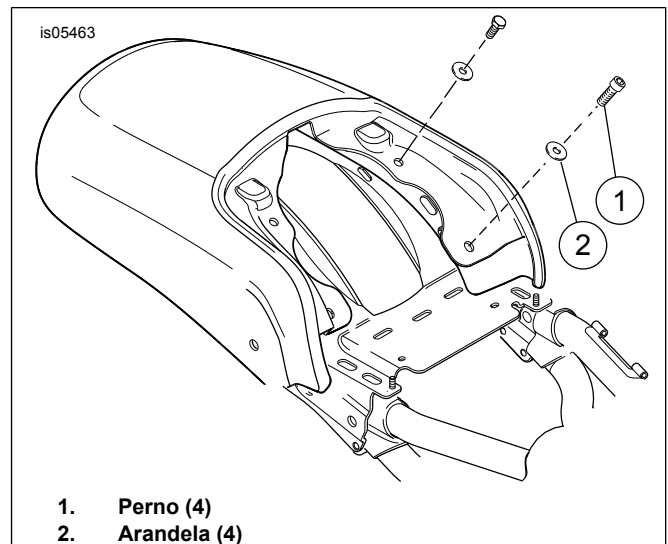

Figura 1. Pernos de montaje del guardabarros
1. Vea Figura 1. Extraiga los cuatro pernos de montaje del guardabarros trasero (1) y las arandelas (2). Si es necesario, mueva el ECM para acceder a los cuatro pernos de montaje del guardabarros.
- Vea Figura 1. Instale cuatro pernos de montaje del guardabarros (1) y las arandelas (2). Apriete a 20–26 N·m (15–19 ft-lbs).